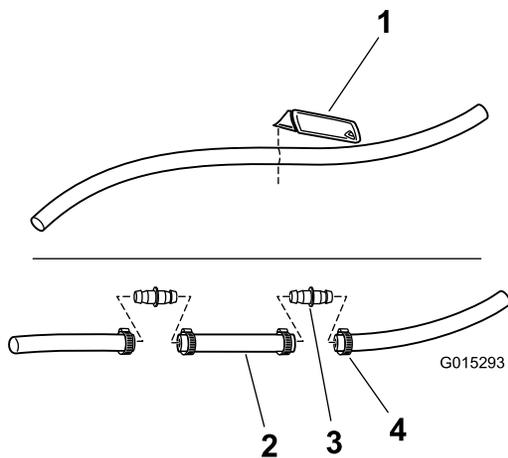

Figura 10
5. **Apenas Multi-Pro 1200:** Desligue o tubo de alimentação da rampa do T da válvula de controle de pressão, corte a alimentação da rampa a 24 polegadas da extremidade da união e instale a união de tubos utilizando 2 adaptadores rectos e 4 braçadeiras de tubos (Figura 10).